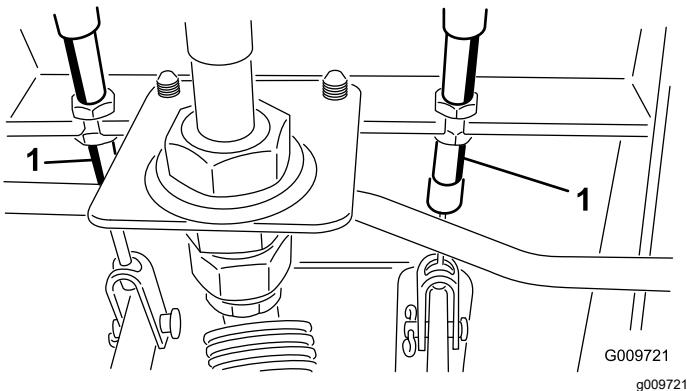

Figura 72
- A. Desaperte a porca dianteira na extremidade roscada do cabo do travão (Figura 72).